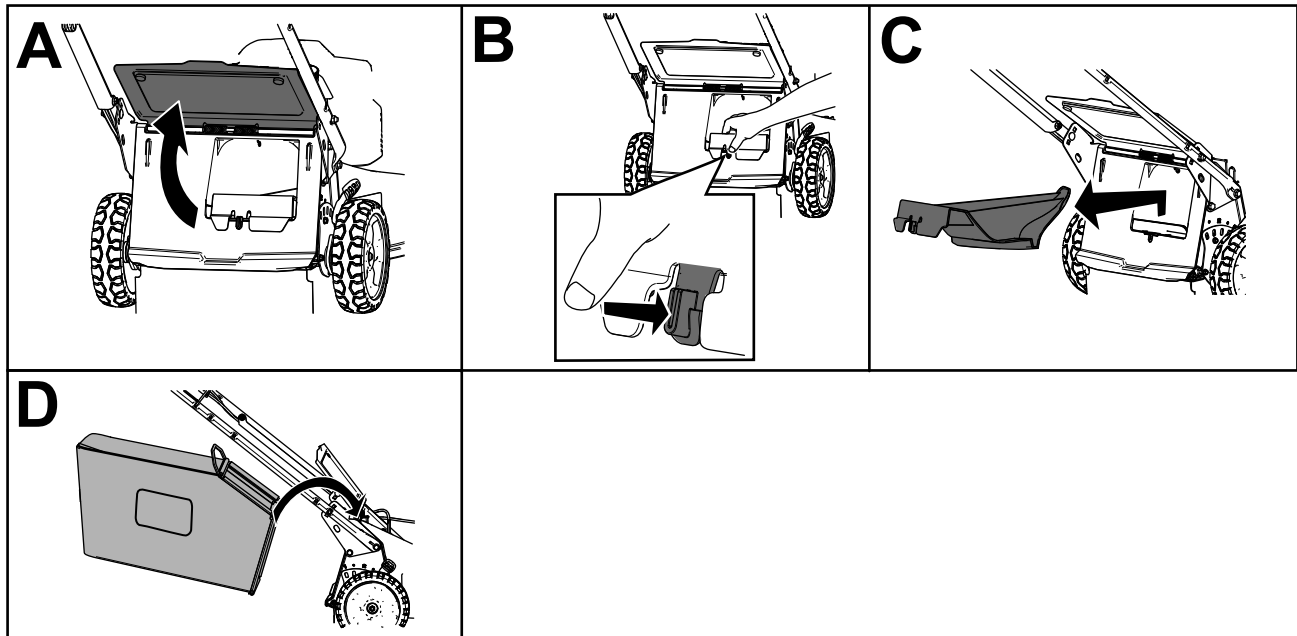

Bild 15
2. Heben Sie das hintere Ablenkblech an und halten Sie es hoch (A in Bild 15).
3. Drücken Sie zum Entfernen der Heckauswurfklappe mit dem Daumen auf den Riegel und ziehen die Klappe aus der Maschine (B und C in Bild 15).
4. Setzen Sie die Enden der Fangkorbstange in die Kerben an der Unterseite des Holms ein und bewegen den Fangkorb nach vorne und hinten, um sicherzustellen, dass die Enden der Stange richtig in den Kerben sitzen (D in Bild 15).
3. Nehmen Sie die Fangkorbstange am Fangkorb aus den Kerben an der Unterseite des Griffes (A von Bild 15).
4. Setzen Sie die Heckauswurfklappe ein (B in Bild 15).
5. Senken Sie das hintere Ablenkblech ab (C in Bild 15).